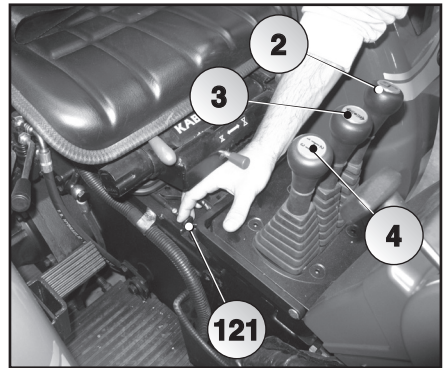

Abb. 5.2
- 2 - Die drei Schaltungshebel (2) (3) (4) (Abb. 5.2) auf die Leerlaufstellung einstellen;
- 3 - Den Freigabehebel (121) ziehen und den Sitz nach oben ziehen und oben halten;
- 5 - Den Sitz absenken, bis der Hebel (121) wieder in der Sperrposition einrastet;